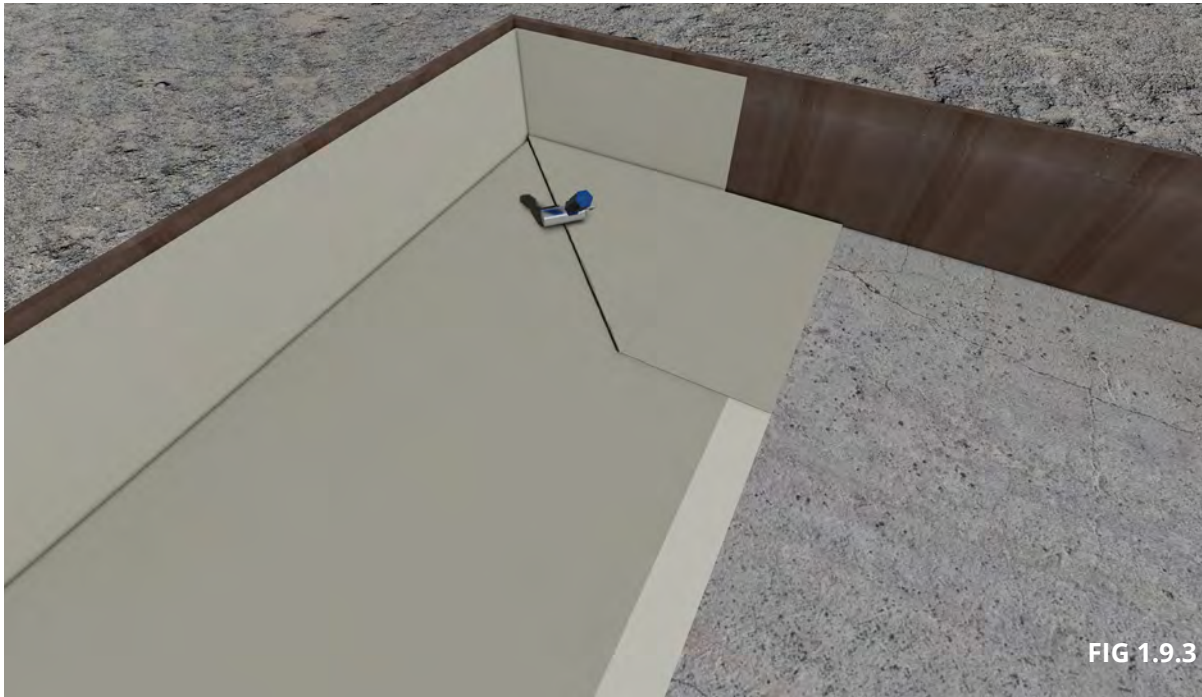

FIG 1.9.3
- Vik tillbaka DEL C 45° ut mot formen på kortsidan av membranet, så att det bildas ett hörn, se FIG 1.9.3